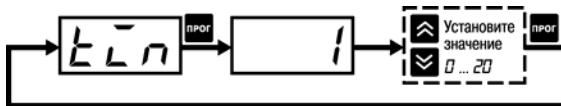

Рисунок 4.6 – Схема установки значения параметров
4. Кнопками  и  установите необходимое значение (см. рисунок 4.6).